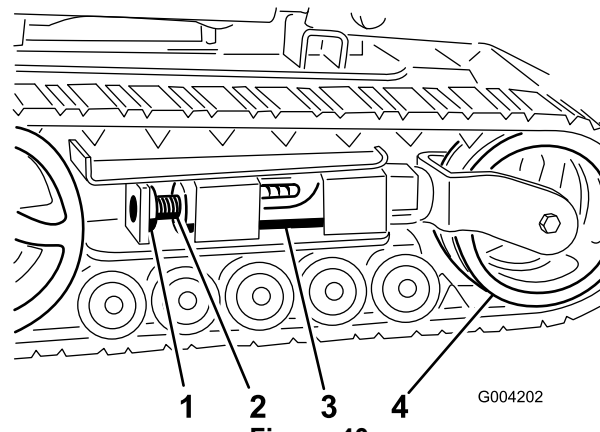
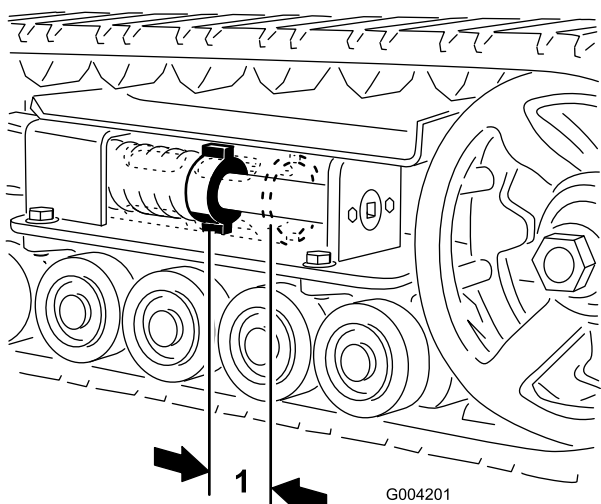
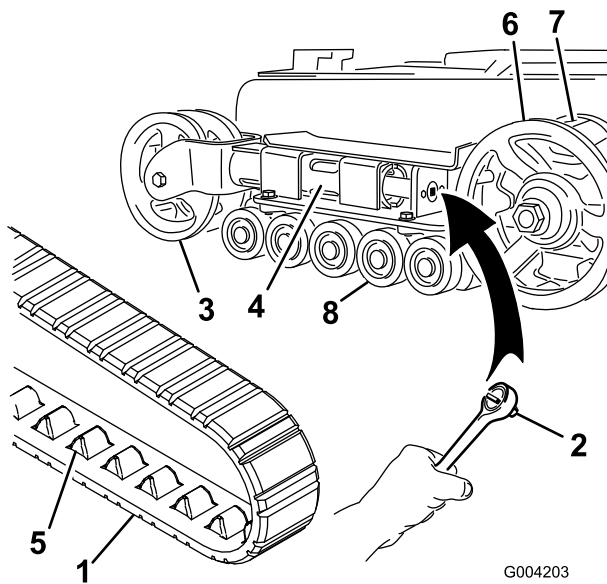
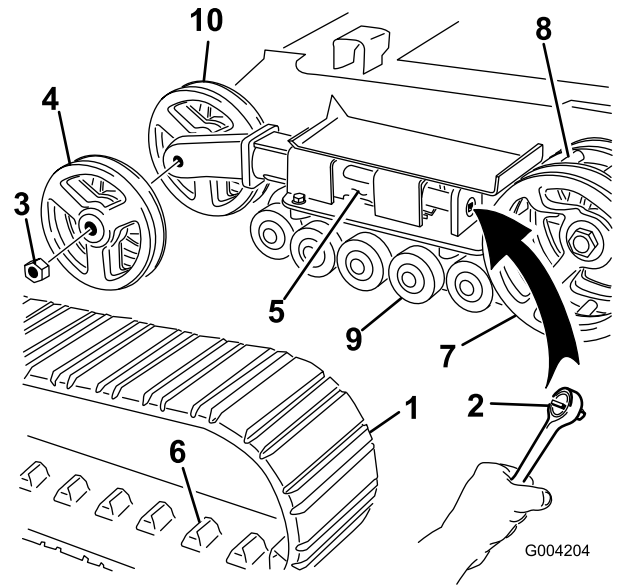

Figure 40
Figure 39
Figure 41
Figure 42
L'écrou de tension et l'arrière du tube de tension doivent être distants de 7 cm (2-3/4 po) (Figure 39). Si ce n'est pas le cas, réglez la tension des chenilles comme suit :
3. Enlevez le boulon et l'écrou de blocage (Figure 40).
4. A l'aide d'un entraînement carré de 1/2 po (Figure 41), tournez la vis de tension dans le sens anti-horaire jusqu'à obtention d'un espacement de 7 cm (2-3/4 po) entre l'écrou de tension et l'arrière du tube de tension (Figure 39).
5. Alignez l'encoche la plus proche dans la vis de tension avec le trou du boulon de blocage et fixez la vis avec le boulon et l'écrou de blocage (Figure 40).
4. A l'aide d'un entraînement carré de 1/2 po, tournez la vis de tension dans le sens horaire pour détendre la transmission (Figure 40 et Figure 41).
4. A l'aide d'un entraînement carré de 1/2 po, tournez la vis de tension dans le sens horaire pour détendre la transmission (Figure 40 et Figure 42).
5. Poussez la roue de tension vers l'arrière de la machine pour appuyer le tube de fourche contre le châssis (Figure 41). (S'il ne touche pas le châssis, continuez de tourner la vis de tension jusqu'à ce qu'il le touche).
7. Lorsque la chenille est déchaussée, retirez-la du barbotin et des galets de roulement (Figure 41).
8. Pour installer la chenille neuve, commencez par l'enrouler autour du barbotin, en veillant à ce que les crampons s'engagent correctement entre les entretoises du barbotin (Figure 41).
9. Poussez la chenille sous et entre les galets de roulement (Figure 41).
11. Tournez la vis de tension dans le sens anti-horaire, de manière à obtenir un écartement de 7 cm (2-3/4 po) entre l'écrou de tension et l'arrière du tube de fourche (Figure 39).
5. Poussez la roue de tension vers l'arrière de la machine pour appuyer le tube de tension contre le châssis (Figure 42). (S'il ne touche pas le châssis, continuez de tourner la vis de tension jusqu'à ce qu'il le touche).
6. Retirez l'écrou de fixation de la roue de tension extérieure et déposez la roue (Figure 42).
7. Déposez la chenille (Figure 42).
8. Retirez l'écrou de fixation de la roue de tension intérieure et déposez la roue (Figure 42).
12. Posez la roue de tension intérieure et fixez-la avec l'écrou retiré précédemment (Figure 42).
14. Posez la chenille neuve en prenant soin que les crampons s'engagent entre les entretoises au centre du barbotin (Figure 42).
15. Posez la roue de tension extérieure et fixez-la avec l'écrou retiré précédemment (Figure 42).
17. Tournez la vis de tension dans le sens anti-horaire, de manière à obtenir un écartement de 7 cm (2-3/4 po) entre l'écrou de tension et l'arrière du tube de tension (Figure 39).